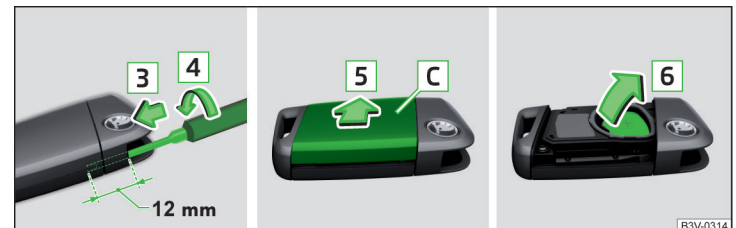

Abb. 356 Batterie ersetzen
- Einen schmalen Schlitzschraubendreher (3 mm breit) ungefähr 12 mm in die entstandene Öffnung in Pfeilrichtung [3] einschieben » Abb. 356.